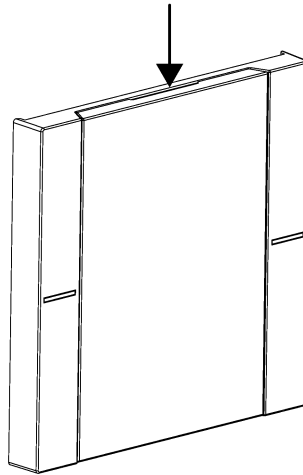

Bild 7: Kerbe der Beschriftungsfeldabdeckung ertasten
- Kerbe der Beschriftungsfeldabdeckung mit einem Finger ertasten (siehe Bild 7).